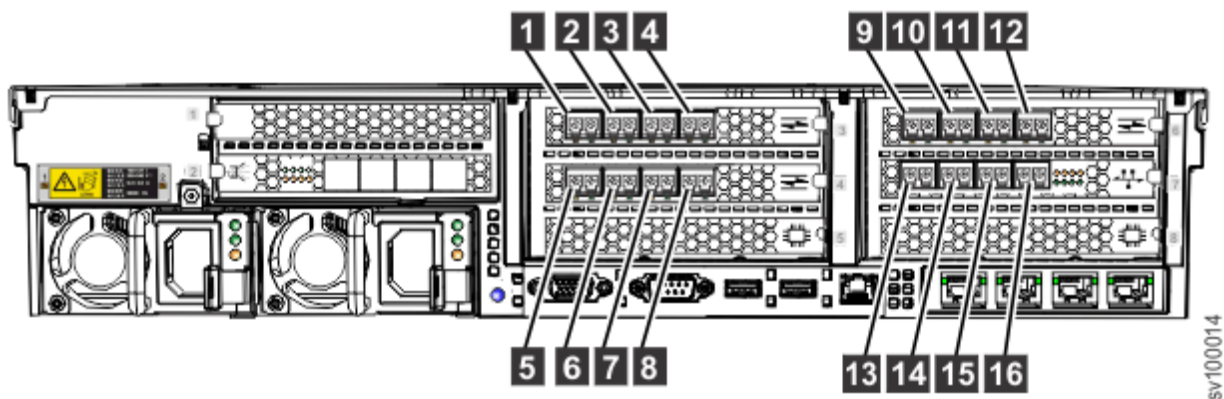

Рисунок 32. Порты Fibre Channel
3. Необязательно: Если установлен компонент Fibre Channel, то можно подключить кабели Fibre Channel к портам Fibre Channel в соответствии с конфигурацией пользователя. На Рисунок 32 на стр. 27 показан пример устройства с адаптерами Fibre Channel 16 Гбит/с в разъемах 3, 4 и 6. Оптический адаптер Ethernet 10 Гбит/с применяется для соединений Fibre Channel over Ethernet (FCoE). Он установлен в разъеме 7 и предоставляет дополнительные порты Fibre Channel.